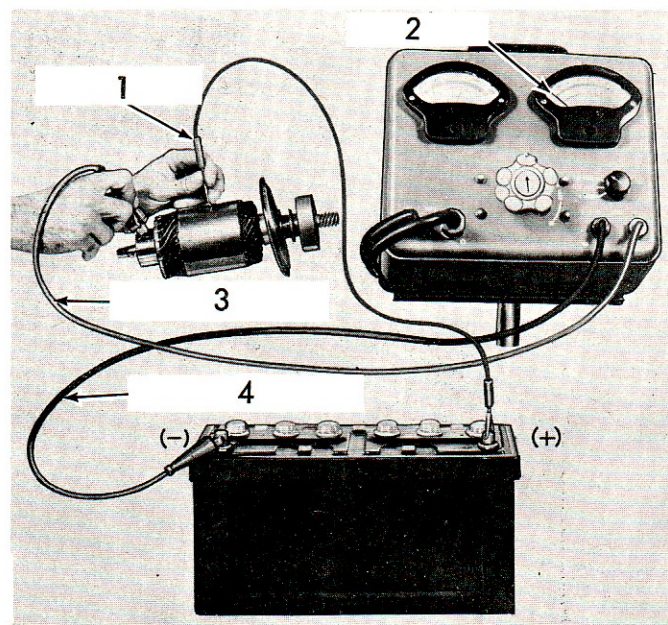

Fig. 36.
2. **Démarreurs $\varnothing 127$ mm**. Exécuter les stades 1 à 8 décrits dans le processus de démontage page 32 et voir Fig. 36 pour procéder à l'essai.